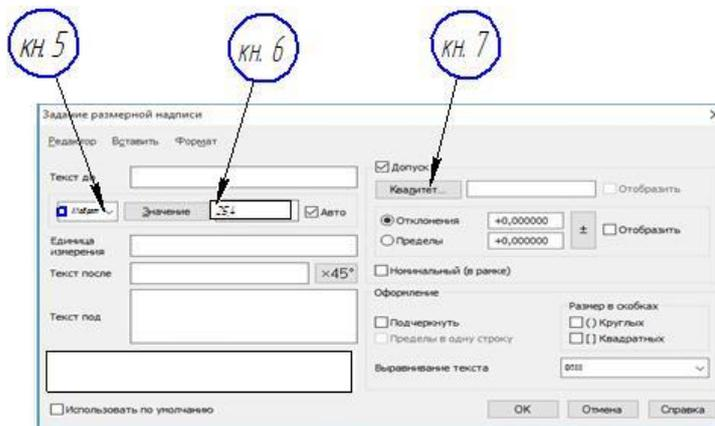

Рисунок 13 – Окно задания размерных надписей
а) При нажатии кн.4 (рисунок 12), на экране монитора появляется окно задания размерных надписей (рисунок 13).
- щелкнуть мышью по полю (кн.5, рисунок 13) условное обозначение квадрата;
- щелкнуть мышью по полю (кн.6, рисунок 13) значение номинального размера;
- в) Для выбора качества необходимо щелкнуть мышью по полю «Квалитет» (кн.7, рисунок 13);